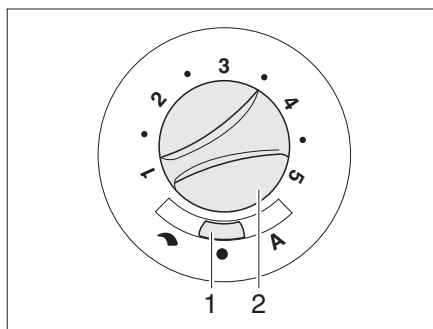

Fig. 113 Interruttore di comando per la ventola di ricircolo dell'aria (12 V)
- Posizionare l'interruttore a scorrimento (Fig. 113,1) su "↷" (regolazione manuale) o "A" (funzionamento automatico).
- Se l'interruttore a scorrimento (Fig. 113,1) è posizionato su "↷" (regolazione manuale): Impostare con la manopola (Fig. 113,2) la prestazione desiderata della ventola di ricircolo dell'aria.
- Posizionare l'interruttore a scorrimento (Fig. 113,1) su "●" (spento). A riscaldamento acceso, l'interruttore è disinserito.